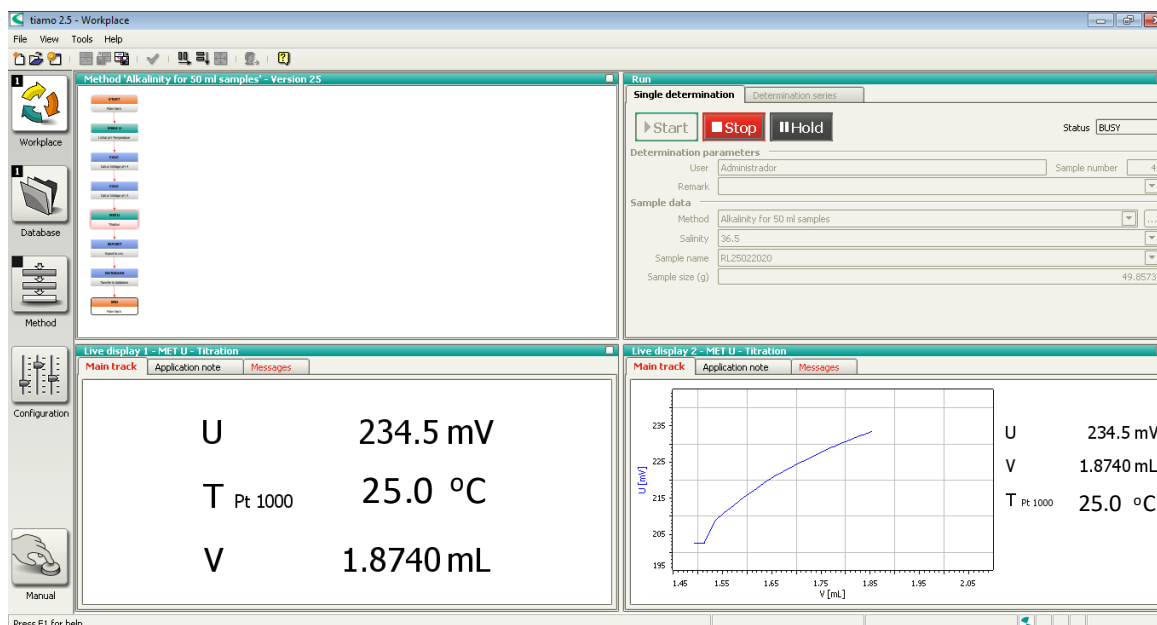

Figura 9: Vista del menú “Workplace” del software Tiamo™ 2.5 con el método “Alkalinity 50 ml samples” ejecutándose el comando MET U.
- i. En el software Tiamo™ 2.5, seleccionar el menú "Workplace". En la ventana "Run", seleccionar el método "Alkalinity for 50 ml" e ingresar la información solicitada (nombre del analista, salinidad de la muestra, nombre de la muestra y su masa) y seguidamente pulsar "Start". Cuando termina la medición se muestra en la pantalla el mensaje "Transmission to the database" (Figura 9).